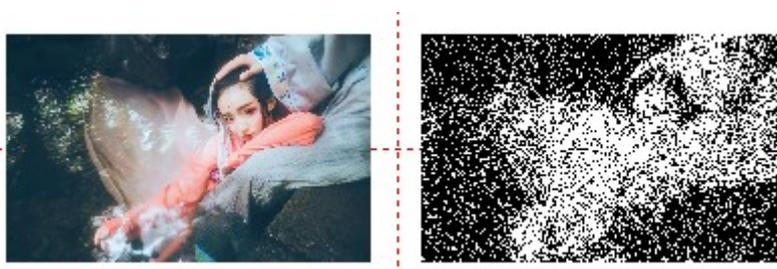

图 4-54
**网点:**类似于 AdobePhotoShop 中的“半调图案”功能,使用黑白二色图像模拟灰度图像,用黑白两色通过调整点的疏密程度来模拟出不同的灰度效果,如图 4-54 所示(图中竖白条为显示问题,加工时不会出现)。